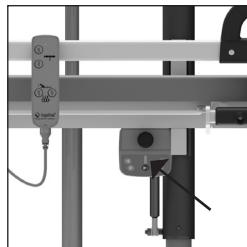

Figura 11. Botón de bajada de emergencia.
Si el mando manual deja de funcionar y el camilla se encuentra en posición elevada, se puede bajar utilizando el botón de bajada de emergencia. Este botón se encuentra en la caja de control (*Ver la figura 11*).
- Pulse el botón de bajada de emergencia (*Ver la figura 11*).